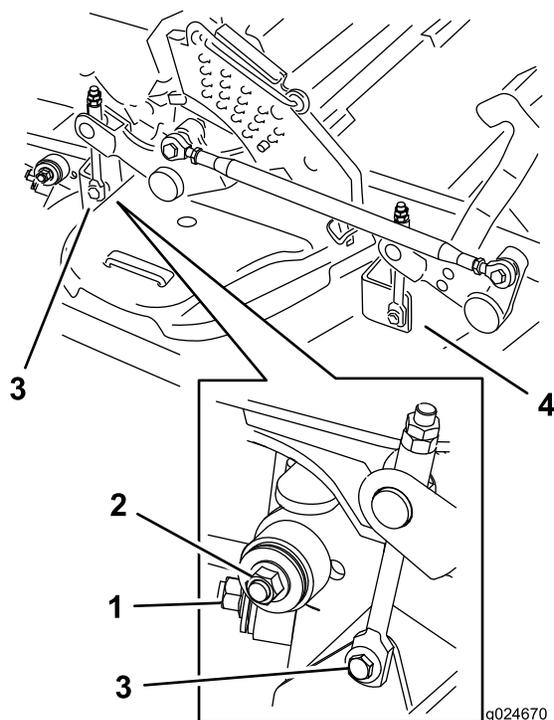

**Figura 120**
5. Levante la chapa de suelo e introduzca una llave dinamométrica en el taladro cuadrado de la polea tensora de la carcasa (Figura 119 o Figura 120).
6. Gire la polea tensora de la carcasa en sentido horario, levante la pestaña de la guía de la correa (máquinas de descarga trasera solamente) y retire la correa del cortacésped (Figura 119 o Figura 120).